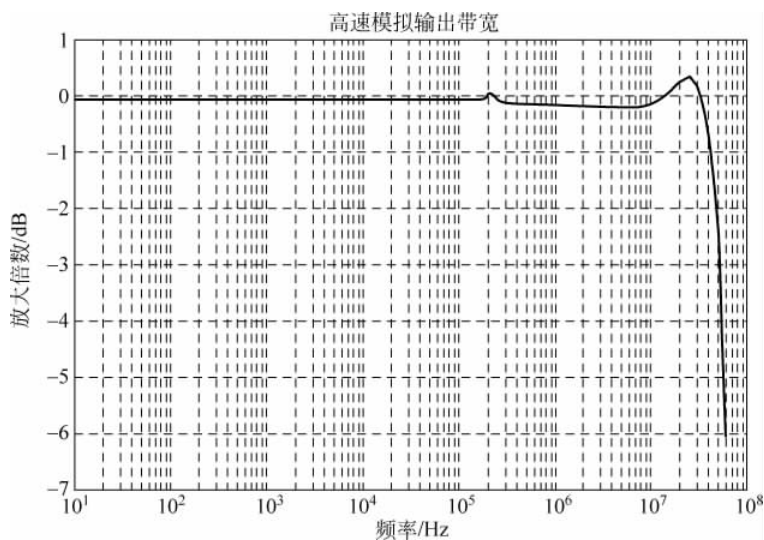

图 3-29 高速模拟输出带宽
(11) 带宽: $50\text{MHz}(3\text{dB})$ 。带宽测量结果如图 3-29 所示。